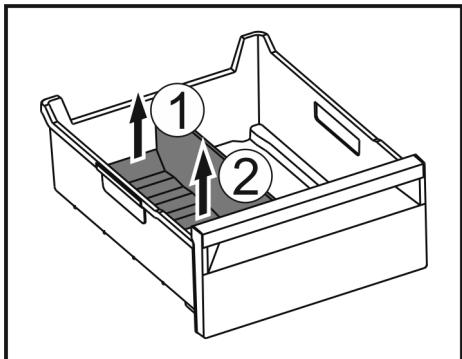

Fig. 147
- Повдигнете задната част на разделителя на отделението за лед. Fig. 147 (1)
- Извадете разделителя на отделението за лед нагоре. Fig. 147 (2)